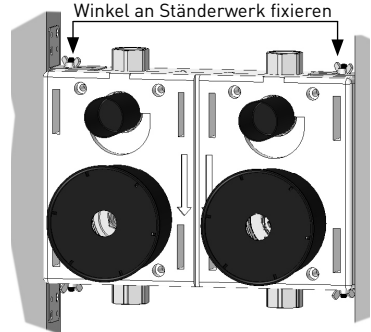

Bild 2 (Vorwandinstallation)
- Befestigungsmaterial für die Vorwand- bzw. Wandinstallation ist im Lieferumfang enthalten (Bild 2 und 3).